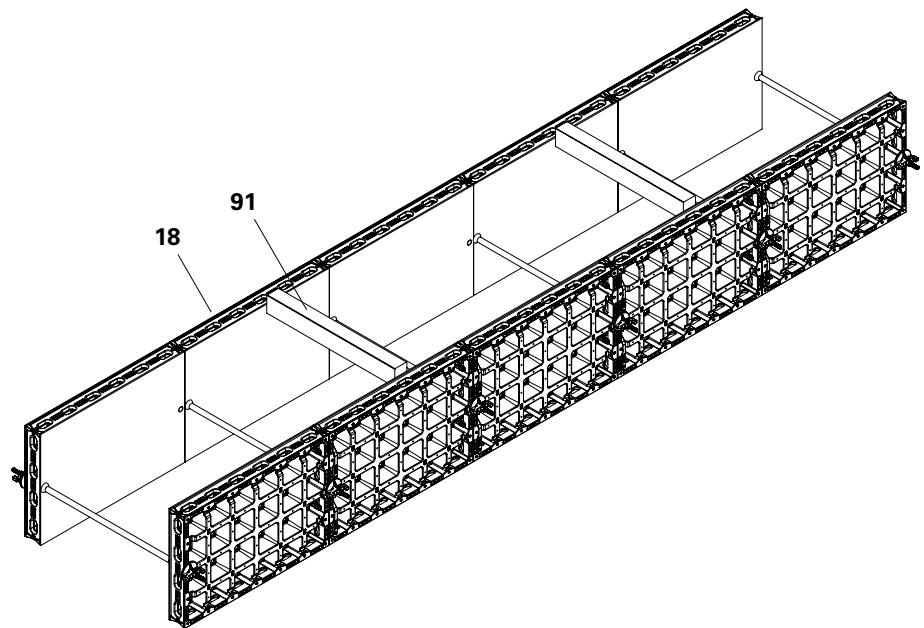

Fig. B11.03
L'ancoraggio avviene al centro del pannello, mediante una fila di tiranti. Inserire travetti squadrati (91) dello spessore della parete nella parte superiore della cassaforma, per evitare che si inclini verso l'interno. (Fig. B11.03 + B11.03a)